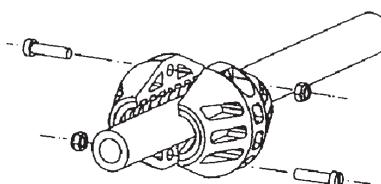

Fig. 7
**2.** Entfernen Sie den Schlauchstopper (Fig. 7).